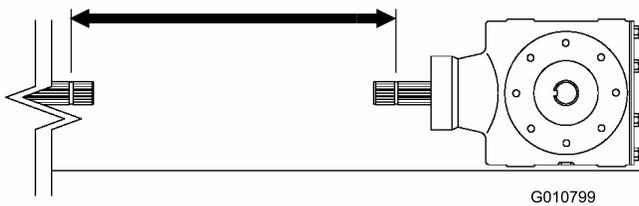
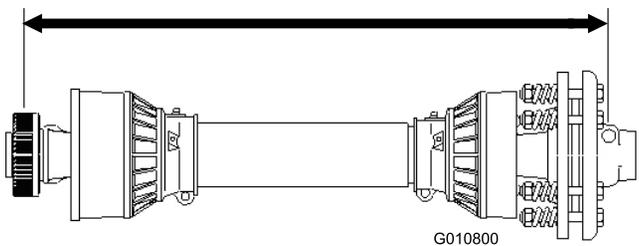

Figura 15
Figura 16
5. Mida la distancia entre la ranura de bloqueo del extremo del árbol de la TDF del tractor y la ranura de bloqueo del árbol de la TDF de la caja de engranajes del aireador (Figura 15). Anote esta distancia. Ejemplo: 70 m
6. En el árbol de la TDF, mida la distancia entre el centro de la bola del pasador de bloqueo, en un extremo, y el centro del botón del pasador de bloqueo del otro extremo (Figura 16). Anote esta distancia. Ejemplo: 81 cm
7. Usando la menor de las dos medidas de Figura 15 y Figura 13, reste esa distancia a la distancia de Figura 16. Ejemplo: 81 cm menos 67 cm es igual a 14 cm.